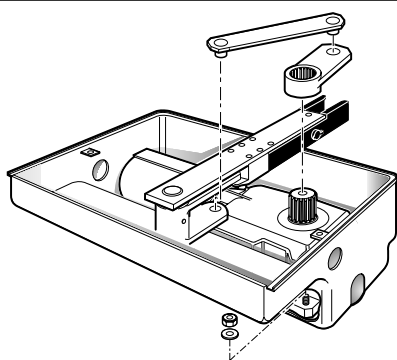

Abb. 13
- 2) Antrieb mit den Befestigungsschrauben auf dem tragenden Gehäuse ausrichten und anhand der mitgelieferten Muttern und Scheiben befestigen (Abb. 13).
- 3) Torflügel von Hand schließen und die mitgelieferten Antriebshebel gem. Abb. 13 installieren.